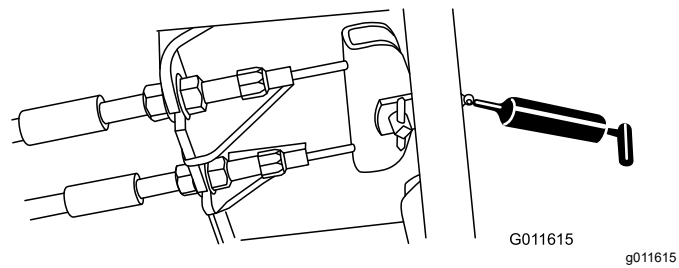

Figure 36
- Pédale de frein (1) – Figure 36